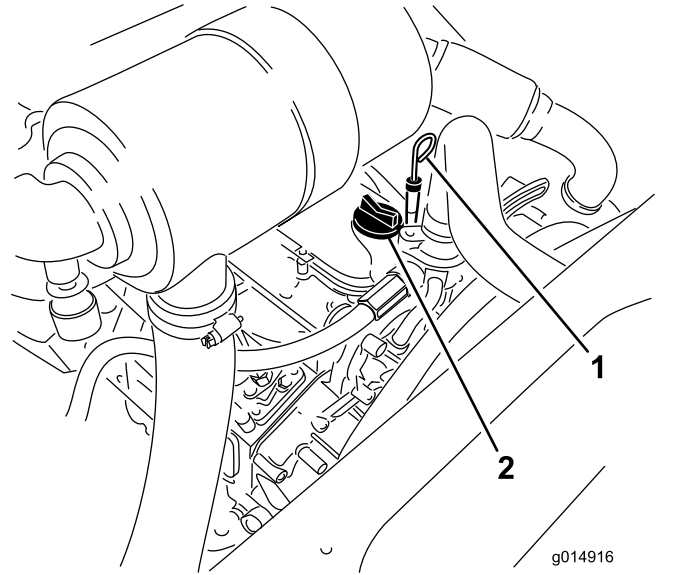

图33
3. 取出量油尺擦拭干净并安装图33。
5. 如果油位低于“已满”标记应取下加油盖图33添加机油直至油位达到量油尺上的“已满”标记。